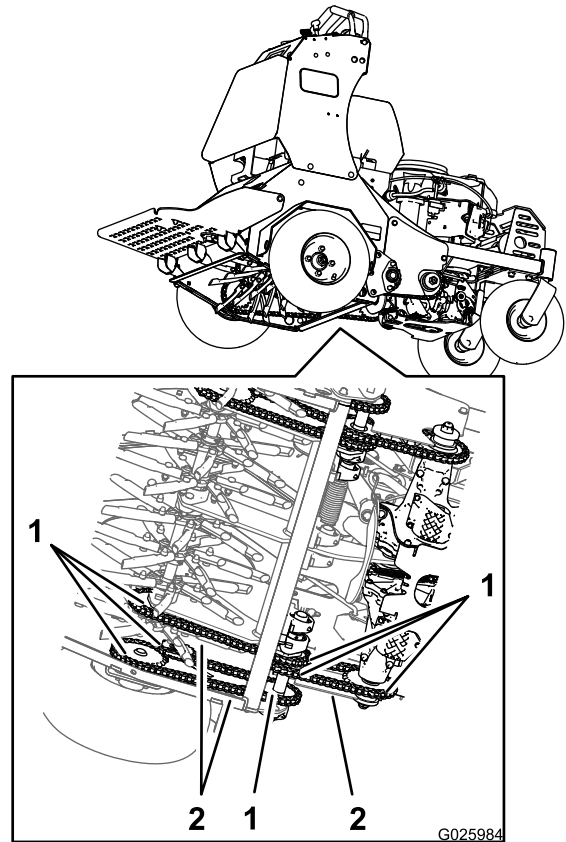

Figure 16
2. Vérifiez l'usure des pignons et remplacez-les au besoin (Figure 16).
2. Contrôlez la tension des chaînes (Figure 16) de chaque côté de la machine.
5. Mettez le moteur en marche, avancez lentement les leviers de commande de déplacement et graissez les 6 chaînes (Figure 16).